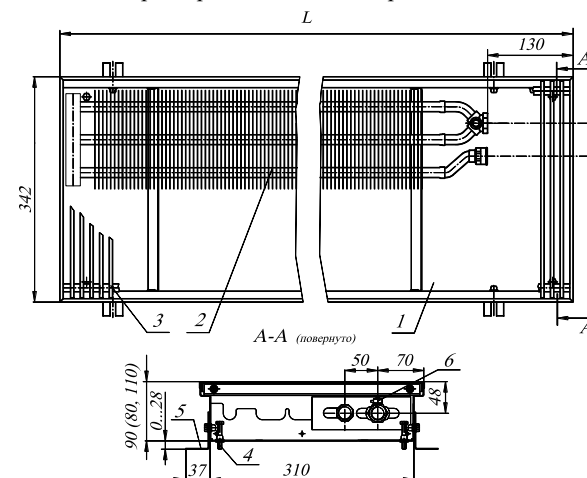

Рис. 1 Конвектор КРК 34.08(09,11).60...300 концевой
4.1. Конвектор состоит из следующих основных элементов (см. рис.1,2):
4.3. Размеры и технические характеристики изделий представлены на Рис. 1, 2 и в таблице 1, 2.